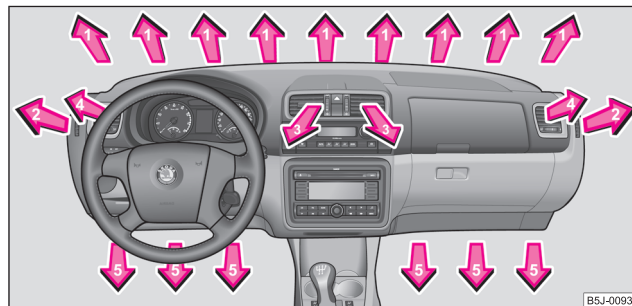

Fig. 98 Diffuseurs d'air
- Positionnez les diffuseurs d'air 3 et 4 de manière que le flux soit dirigé vers le haut ⇒ page 90, fig. 98.
- Positionnez les diffuseurs d'air ③ et ④ de manière que le flux soit légèrement dirigé vers le haut ⇒ page 90, fig. 98.
Vous pouvez réguler la diffusion de l'air vers les diffuseurs au moyen des touches de la commande du Climatronic ⇒ page 88. Les diffuseurs d'air 3 et 4 ⇒ fig. 98 peuvent être ouverts et fermés séparément. ■